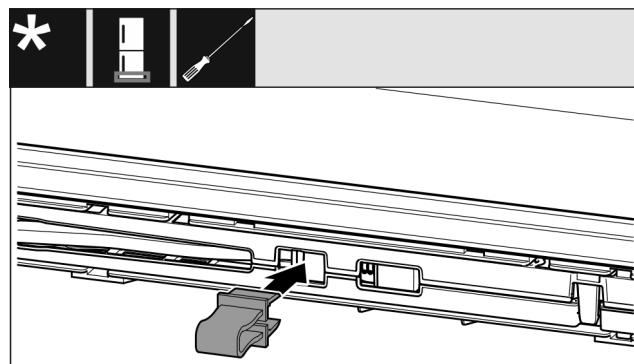

Fig. 14
- ▶ Fixați în poziție siguranța în deschizătură Fig. 14 () .